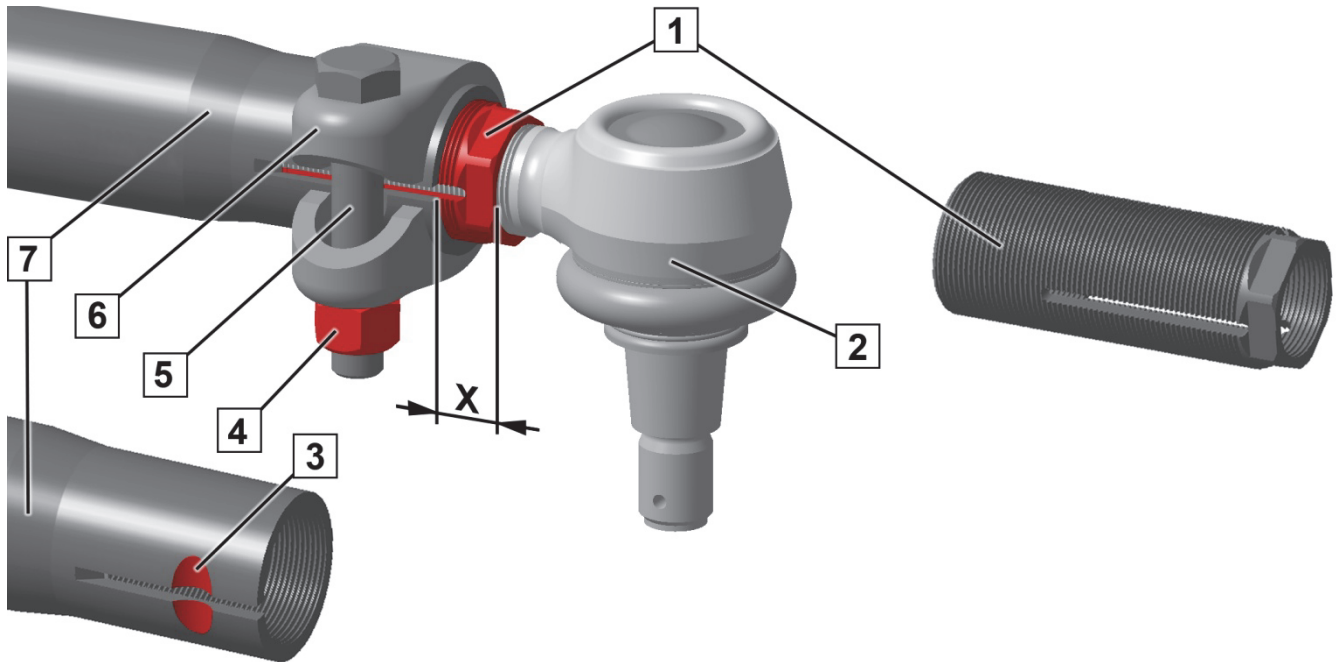

Рис. 1: Система точной регулировки
После регулировки схождения резьбовая втулка (1) должна выступать из трубы (7) на размер X. Размер X (рис. 1):